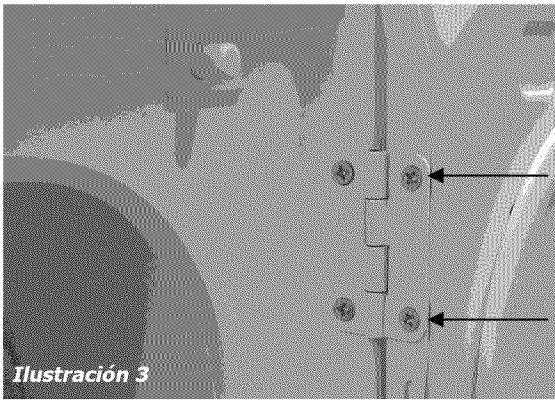

Ilustración 3
- 3 Coloque la Puerta, con el lado de la bisagra hacia abajo, sobre una toalla o colchoneta, para evitar que se raye. Quite los cuatro (4) tornillos restantes entre la bisagra y la puerta. (Ilustración 3).
- 4 Quite cuatro (4) tornillos del lado contrario de la puerta, donde estaba montada la bisagra.